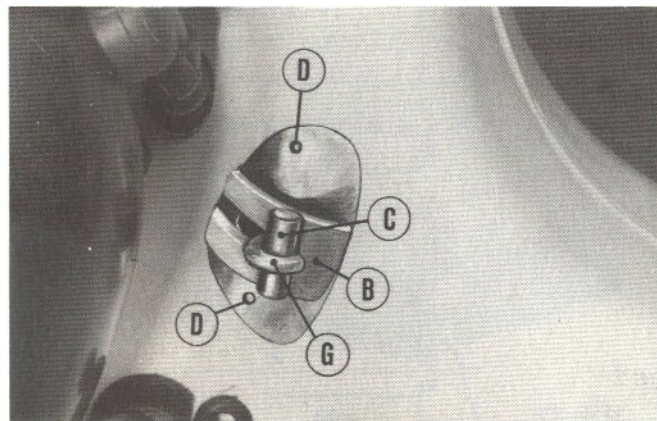

Fig. 23
3) - Togliere il cofano motore, posizionare la piastra mediante i due componenti dell'attrezzo «B» e «C», assicurandosi che l'asola sulla piastra coincida con quella sulla scocca (fig. 23) e bloccare il tutto mediante l'azione del gancio «G» di chiusura cofano (rotazione della levetta sotto la sella in posizione di chiuso).
Tracciare, sulla vernice della scocca, con una punta il profilo della piastra stessa e procedere alla esecuzione dei due fori «D» (fig. 23) sulla scocca con punta Ø 2,5 mm.